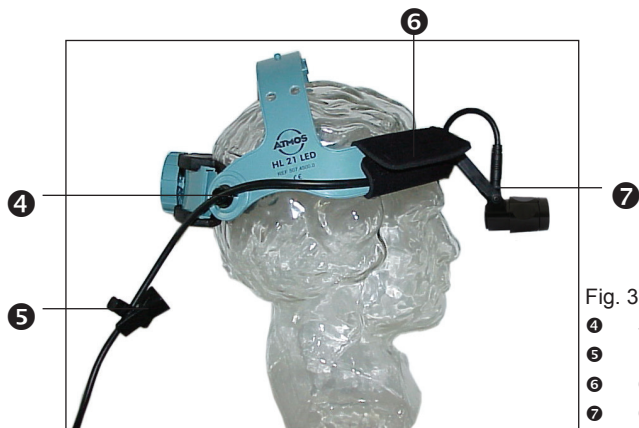

Fig. 3.
- Prendere uno dei cavi di collegamento inclusi e collegarli con la Luce Frontale (⑦, fig. 3).
- Utilizzare il fermaglio per il cavo incluso (⑤, fig. 3) per fissare il cavo lungo ai propri vestiti.